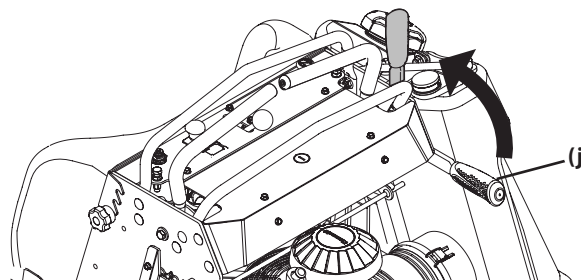

Figure 3
6. Pour serrer le frein de stationnement, tirez complètement le levier du frein de stationnement vers l'arrière (j) (Figure 3).